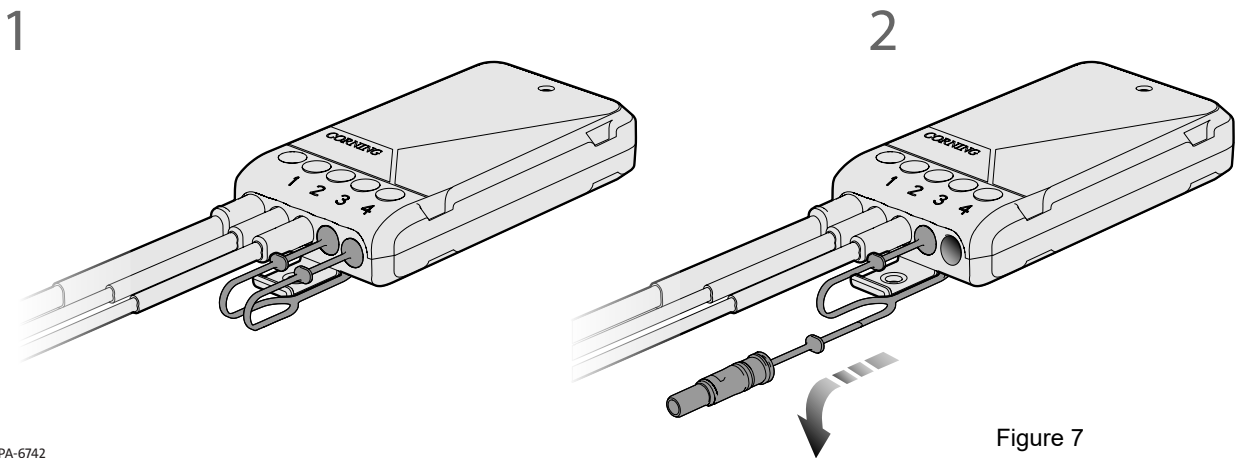

Figure 7
Étape 2: Retirer la prise de protection du port là où le connecteur sera raccordé (Figure 7).